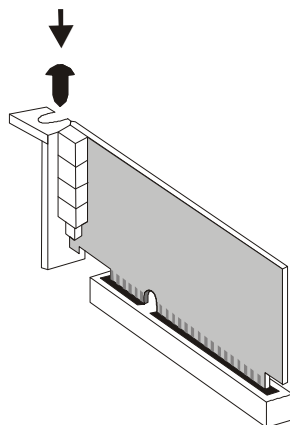

Рис.8. Установка платы «Ольха» в разъем материнской платы ПК
7. Аккуратно и равномерно вставьте шинный разъем расширения и убедитесь, что он полностью вошел в разъем расширения. Затем закрепите плату на корпусе компьютера с помощью винта (см. Рисунок 8). Не прикладывайте чрезмерного усилия при установке платы. Если плата не устанавливается, аккуратно снимите её и попробуйте еще раз.